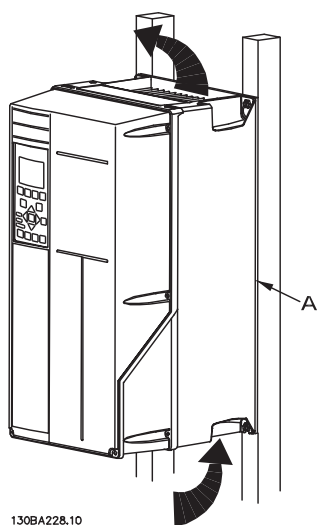

Abbildung 3.3 Ordnungsgemäße Montage an einem Montage-rahmen
- Sorgen Sie durch Montage des Geräts auf einer ebenen, stabilen Oberfläche oder an der optionalen Rückwand (siehe *Abbildung 3.2* und *Abbildung 3.3*) für eine ausreichende Luftzirkulation zur Kühlung.
In *Abbildung 3.2* und *Abbildung 3.3* bezeichnet „A“ eine Rückwand, die für die erforderliche Luftzirkulation zur Kühlung des Geräts ordnungsgemäß montiert ist.